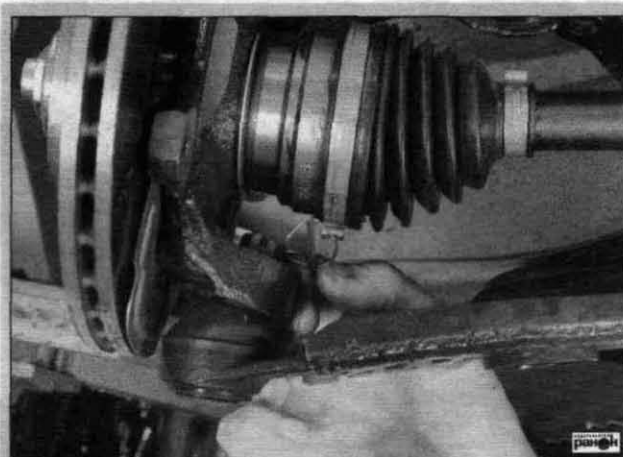

Рис. 5.3. Извлечение дужки фиксатора гайки крепления шаровой опоры
- поддев дужку фиксатора гайки крепления шаровой опоры, извлечь ее из гайки (рис. 5.3);